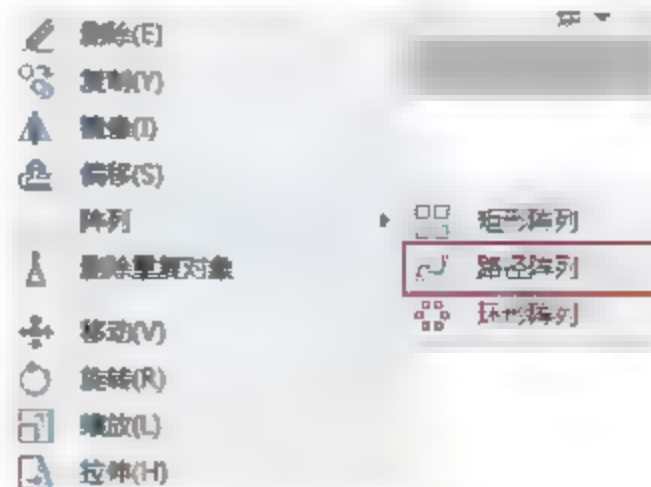

图4-45 选择命令
- 菜单栏：选择菜单【修改】|【阵列】|【路径阵列】命令，如图4-45所示。